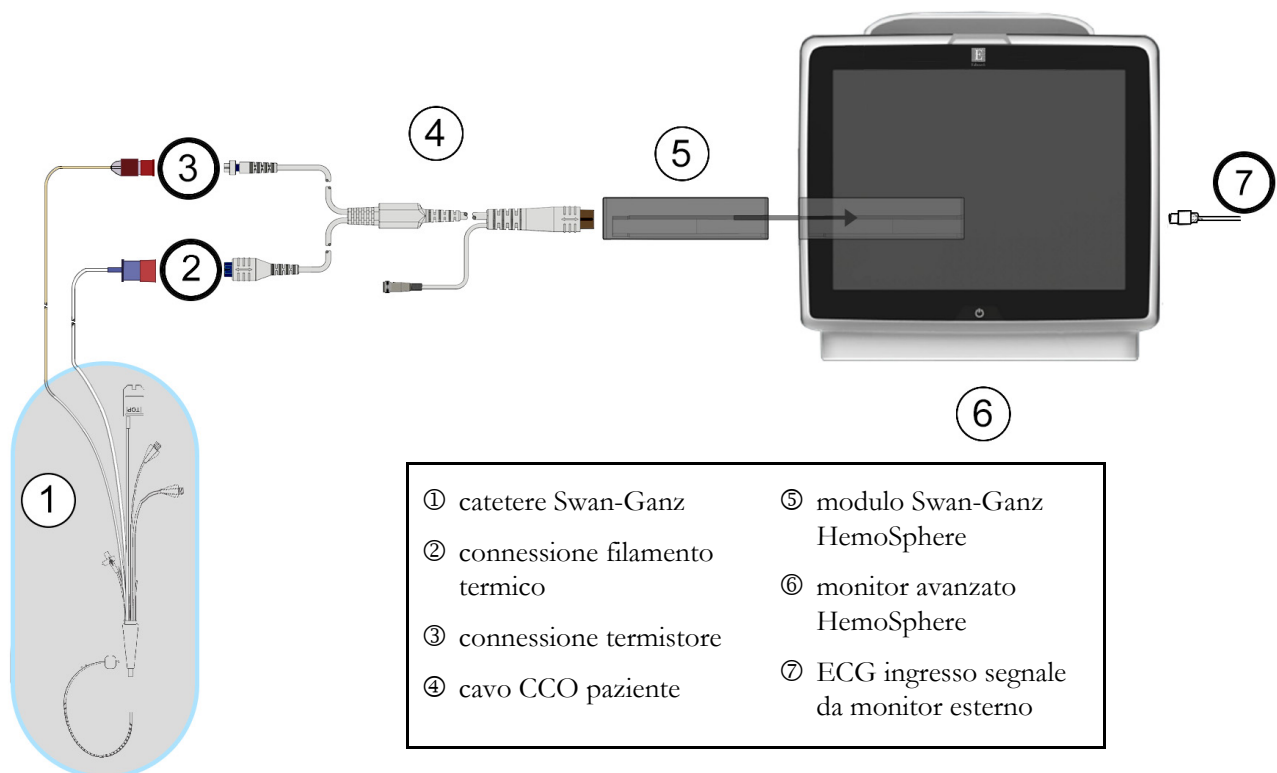

Figura 9-7 Panoramica della connessione EDV/RVEF
- 2 Collegare l'estremità con il catetere del cavo del paziente al termistore e ai connettori del filamento termico sul catetere CCombo V Swan-Ganz. Queste connessioni sono indicate con le lettere ② e ③ nella figura 9-7.